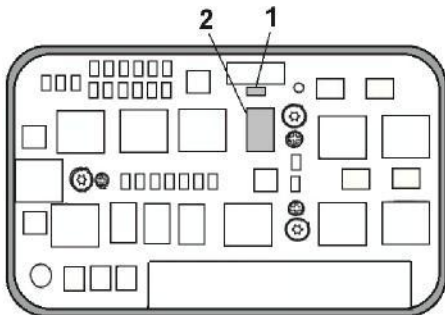

Fig. 6
23. Monter le relais (2) et le fusible (1) (Fig. 6)